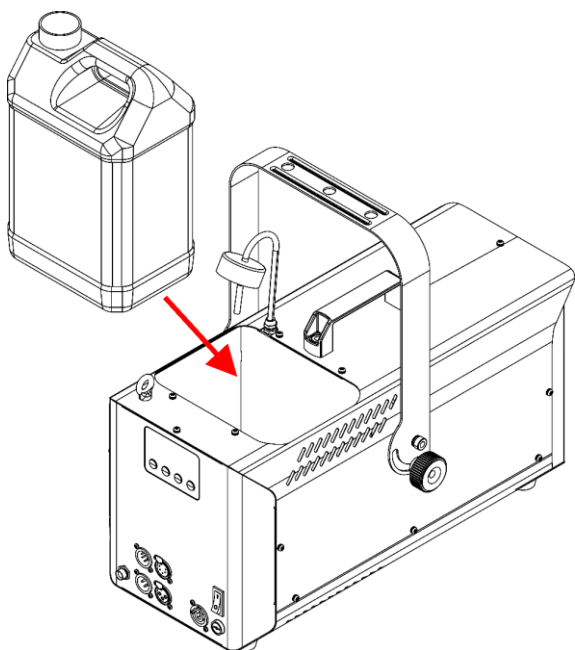

Fig. 12
- 07) Plaats de vloeistoftank terug in het apparaat, zoals getoond in Fig. 12.